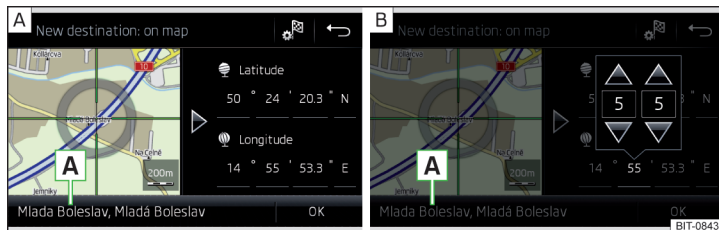

Fig. 212 Saisir la destination : par la position sur la carte/à l'aide des coordonnées GPS
- Déplacez la destination souhaitée sur le réticule en touchant l'écran » fig. 212 - **A**.
- Entrez les coordonnées GPS » fig. 212 - **B**.
Si des informations sont disponibles sur le point indiqué dans les données de navigation de l'appareil, elles sont affichées à la place des coordonnées GPS (par ex. adresse **A** » fig. 212).